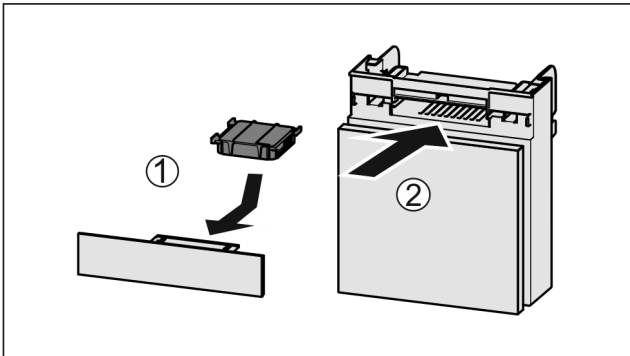

Fig. 181
- ▶ 按图装入 Fig. 181 (1) 活性炭过滤器。
- ▶ 推入 Fig. 181 (2) 抽屉。